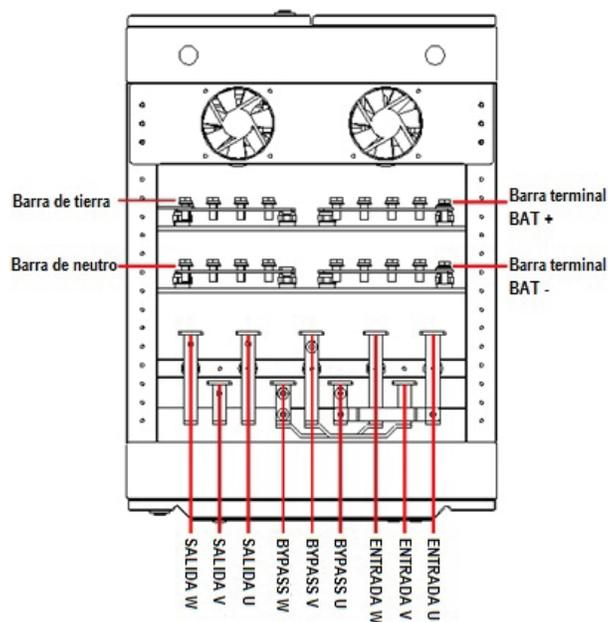

Figura 4-8 Bloque de conexión superior
Paso 3: Cuando es necesario conectar varios cables, los cables de entrada y salida pueden conectarse al bloque de conexión reservado en la parte superior del gabinete, como se muestra en la Figura 4-8. Cuando la entrada de baterías es de CD, se recomienda instalar un interruptor de CD, como se muestra en la Figura 4-8.